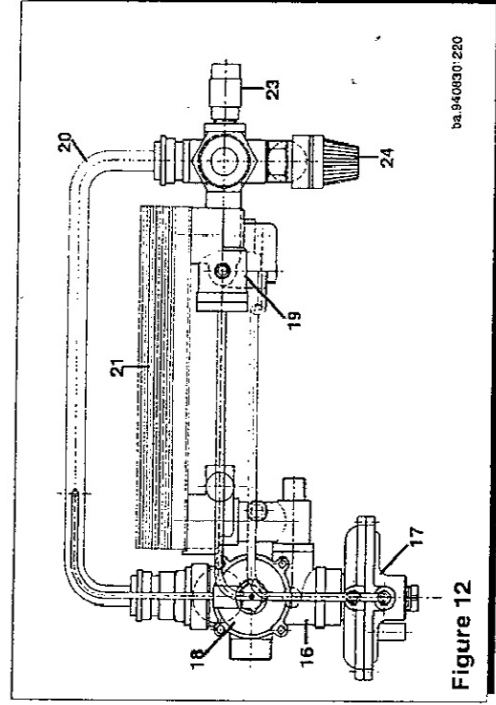

Figure 12
- * vider l'installation, en se limitant si possible à la chaudière, grâce au robinet de vidange (23 figure 12);
- * enlever les deux tubes de raccordement (figure 12) entre le groupe sanitaire (17) et le débitstat (19);